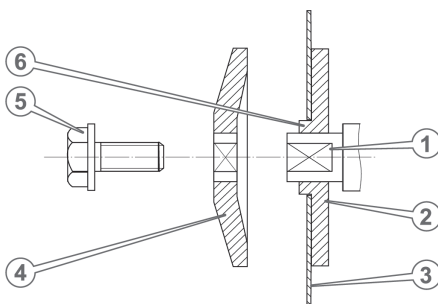

Рисунок 2. Схема встановлення циркулярного диска.
1. Встановити внутрішній фланець (2, рис. 2) з посадковою сходинкою (6, рис. 2) на вал редуктора (1, рис. 2).
2. Встановити на вал циркулярний диск (3, рис. 2) у такий спосіб, щоб виступ внутрішнього фланця увійшов в отвір циркулярного диска.
3. Встановити на вал тарілчасту шайбу (4, рис. 2).
5. Надійно затягнути притискний болт (5, рис. 2).